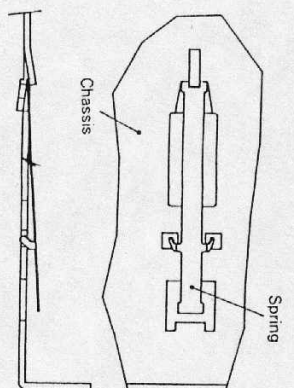

Fig. 6
1. Place the spring onto the chassis as show in Fig. 6
1. Fig. 6に示す様、スプリングをシャーンに置きませす。